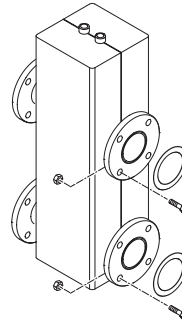

Fig. 8
1.12 COMPENSADOR HIDRÁULICO CÓD. 8101552 PARA "MURELLE EQUIPE 220-330 ErP" (debe solicitarse por separado) (fig. 8)